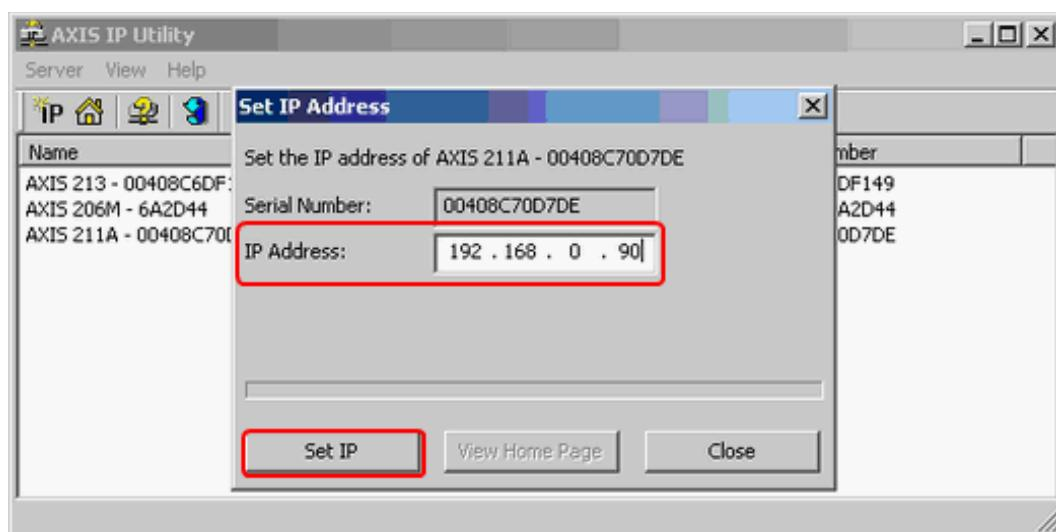

Рис. 6.1—8 Ввод требуемого IP-адреса в диалоговом окне «Set IP Address»
2.6. Подтвердить назначение указанного IP-адреса сетевой видеокамере Axis, нажав на кнопку «Set IP» (см. Рис. 6.1—8).